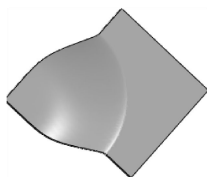

图 5-20 生成最大刚度变形特征
(3) 在【形状选项】选项组中, 单击【刚度—最大】按钮, 单击【确定】按钮, 生成最大刚度变形特征, 如图 5-20 所示。